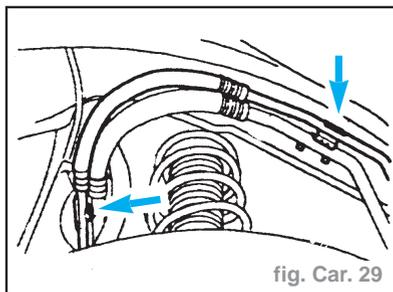

fig. Car. 29
- Débrancher les conduites de réfrigérant de l'évaporateur avec l'outil spécial 412-081 (conduite de pression représentée de dessous). (fig. Car. 29)